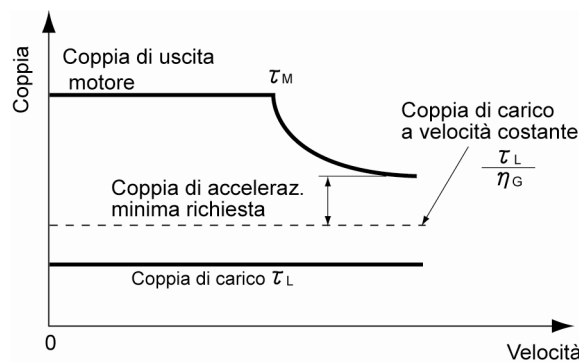

Figura 7.4 Esempio di coppia di accelerazione minima richiesta
- 2) Calcolo della coppia di accelerazione minima necessaria (vedere la figura 7.4)